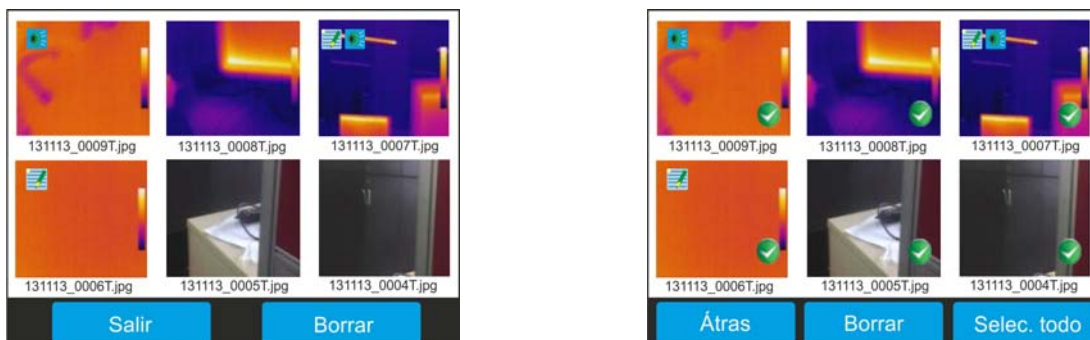

Fig. 67: Selección y borrado de las imágenes
1. Toque el icono “Borrar” en el interior de la galería de imágenes. Se muestra la pantalla siguiente (vea el Fig. 67 – Parte derecha):